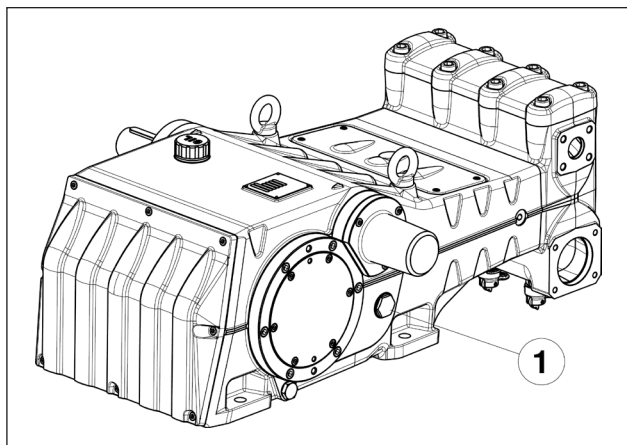

图 8
5. 通过护门两侧的专用液位指示灯(①，图8)，检查泵护门内的油面状况是否正常。